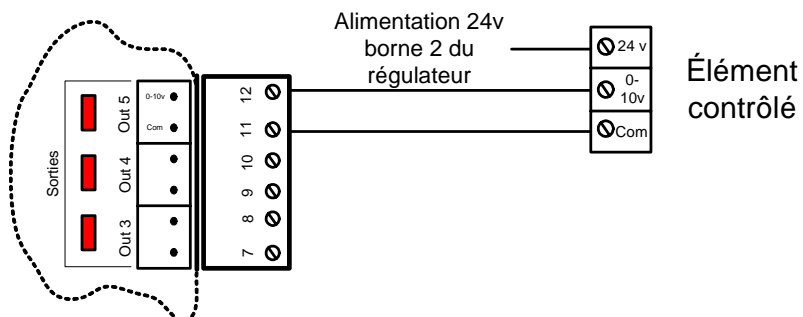

Figure 14: Raccordement de la sortie analogique (alimentation régulateur)
- 1) Le VC100 alimente la charge et lui fournit le signal de contrôle (voir Figure 14)